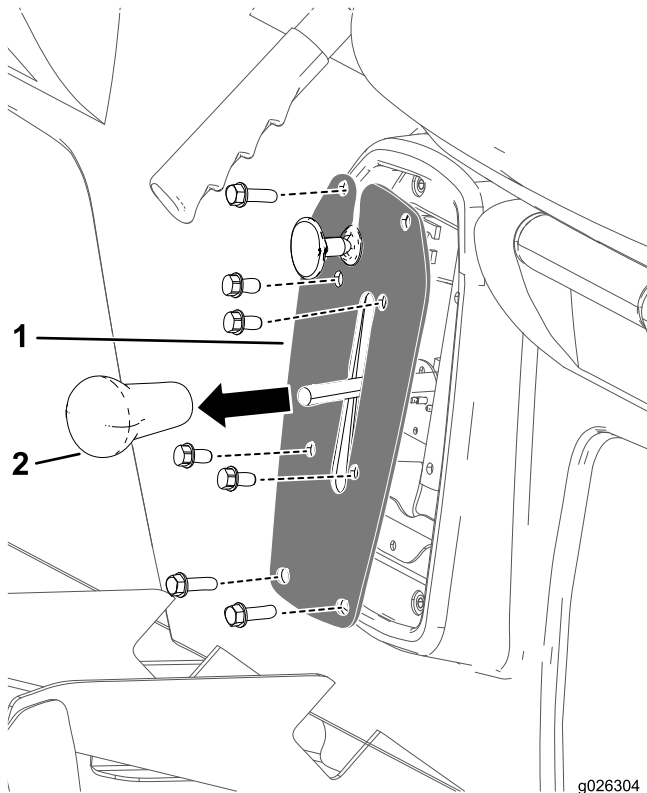

Figure 1
1. Retirez le pommeau du levier sélecteur (Figure 1).
2. Retirez les 4 boulons qui fixent la plaque de sélection à son support (Figure 1).
3. Retirez les 4 boulons qui fixent la plaque de sélection sur la base des sièges et déposez la plaque de sélection (Figure 1).